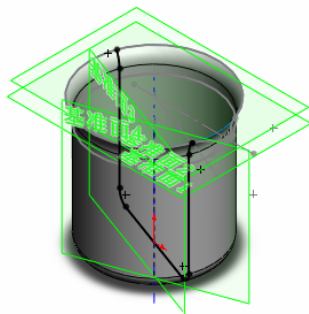

图 7-121 生成的交叉曲线
⑦ 生成交叉曲线。按住<Ctrl>键, 在左侧“FeatureManager 设计树”中选择“基准面 3”和“曲面旋转 1”, 然后选择菜单栏中的“工具”→“草图工具”→“交叉曲线”命令, 生成如图 7-121 中曲线 1 所示的曲线。